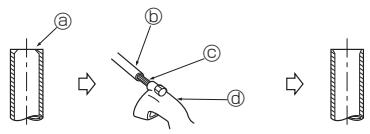

Fig. 4-4
4.2.2. Schnittgrade entfernen (Fig. 4-4)